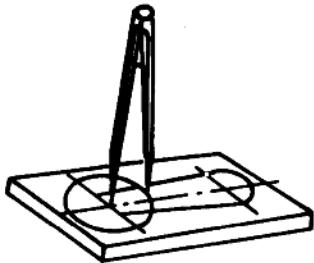

图 2-13 划圆弧线
② 作图法(略)
(3) 划圆弧线
① 基本划法。首先划出中心线,确定圆心,在圆心上打样冲眼,再用圆规以所要求的半径(R)划出圆弧(见图 2-13)。